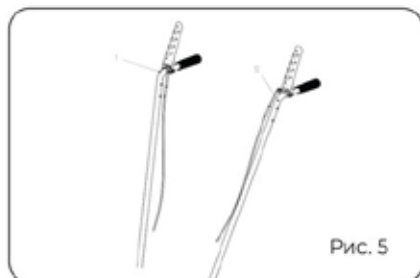
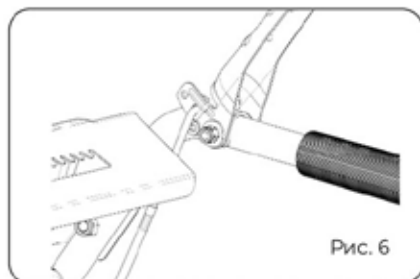

Рис. 5
Рис. 6
4. На рукоятках руля (поз. 1, 12) рисунок 5, расположены рычаги управления. Проденьте Z-образные наконечники тросов управления в отверстия расположенные на рычагах (см. рис. 6,7).